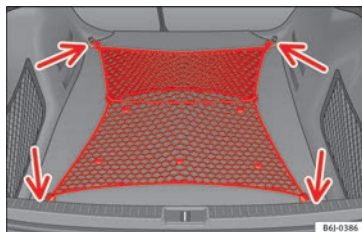

Fig. 158 Red para equipaje extendida.
- Fije la red para equipaje a las cuatro argollas » **fig. 158** (flechas).